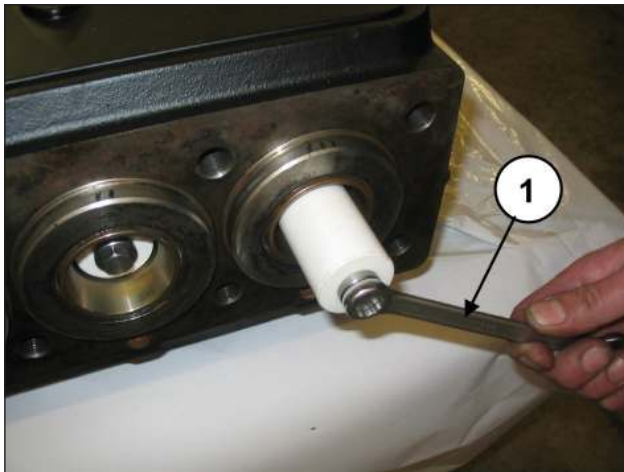

Abb. 156
Demontieren Sie die Kolben durch Abdrehen der Befestigungsschrauben (Pos. ①, Abb. 156). Streifen Sie den Kolben aus dem Dichtungshalter und überprüfen Sie die Kolbenoberfläche auf etwaige Kratzer, Verschleiß- oder Kavitationsanzeichen: